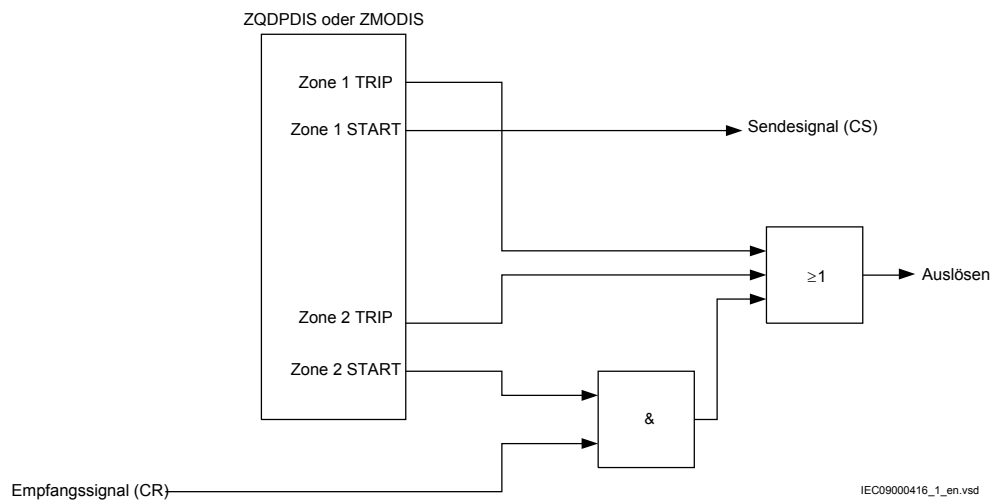

Abb. 24: Logik des Mitnahmeverfahrens
Ein Kommunikationssignal wird gesendet (CS), wenn ein Fehler von Zone 1 (Unterreichweiten-Zone) erkannt wird. Wenn ein Vergleichsschutzsignal empfangen wird (CR), wird Zone 2 unverzüglich freigegeben. Die Logik wird dargestellt in Abbildung 24.